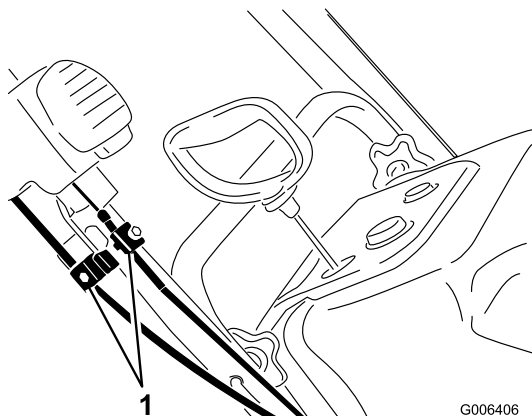

Figure 39
- Desserrez les serre-câble des deux câbles de commande Quick Shoot (Figure 39).